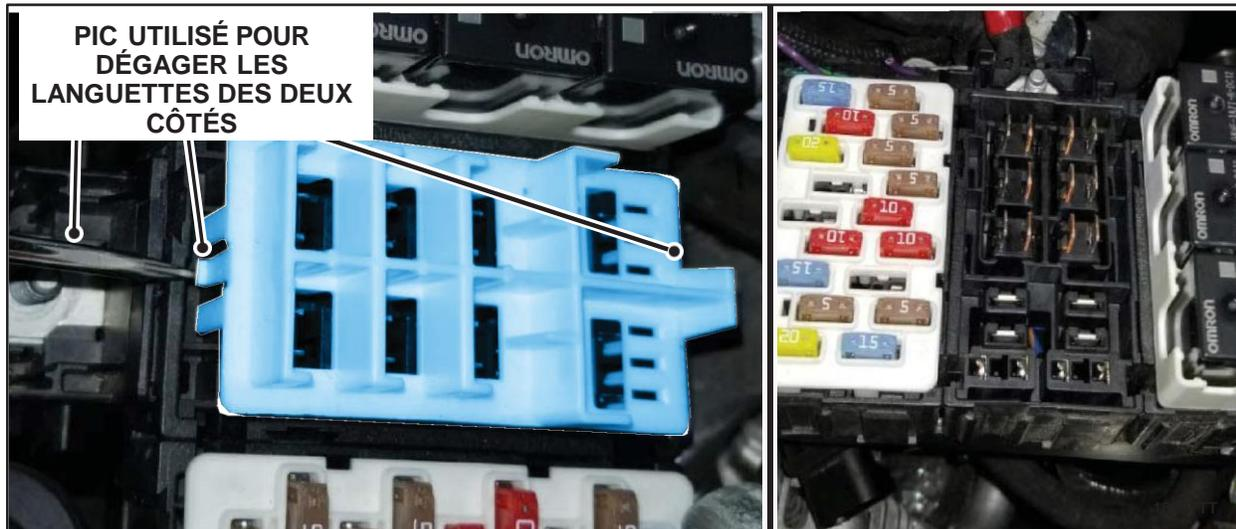

FIGURE 26
29. Utiliser un pic pour déposer la barre de verrouillage de la borne à broche centrale du boîtier de raccordement auxiliaire (AJB) comme illustré. (Figure 26)